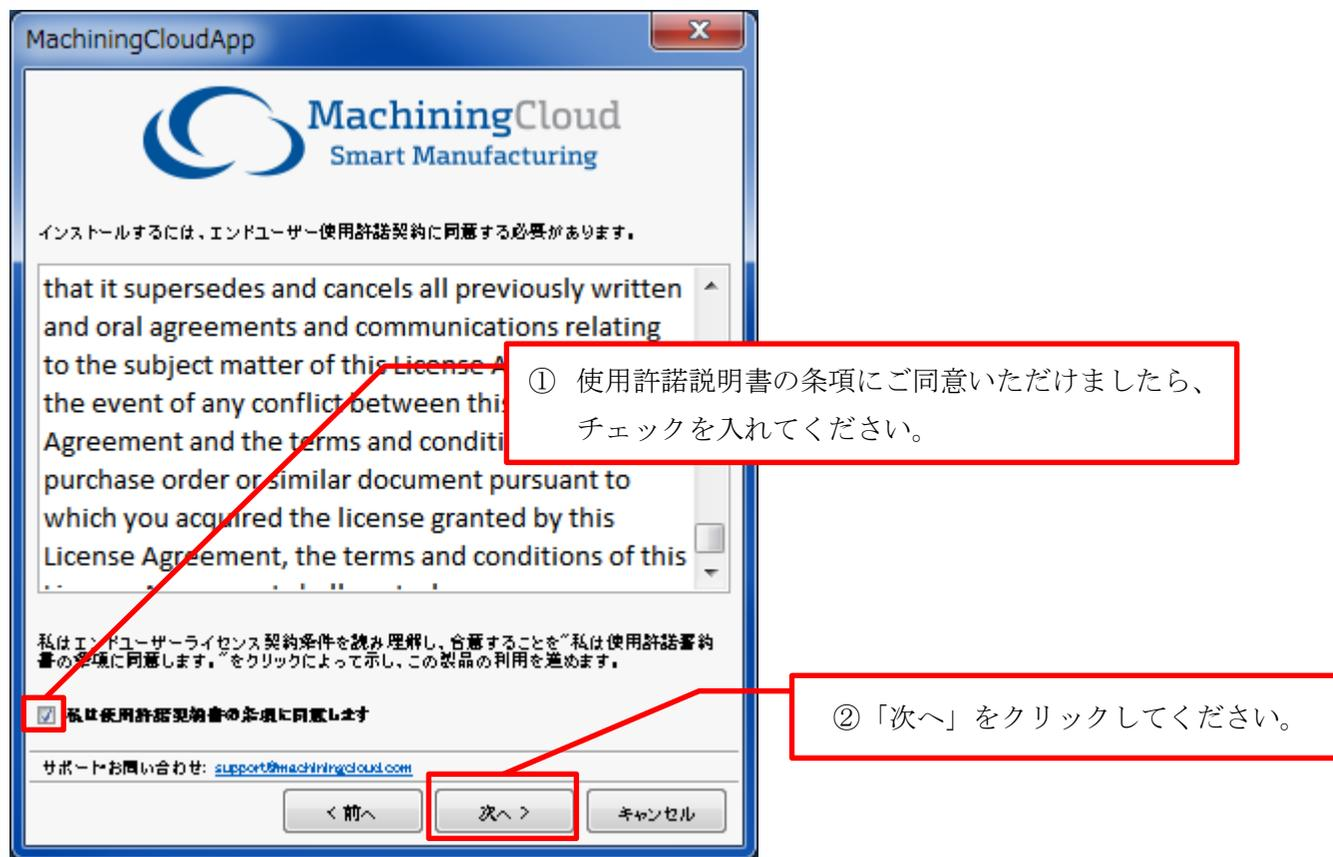

図 6 使用許諾説明書への同意を確認する画面
(7) 使用許諾説明書の条項への同意を確認する別ウインド (図 6) が開きます。MachiningCloud の使用許諾説明書の条項にご同意いただけましたら、「私は使用許諾説明書の条項に同意します」にチェックを入れて、「次へ」をクリックしてください。